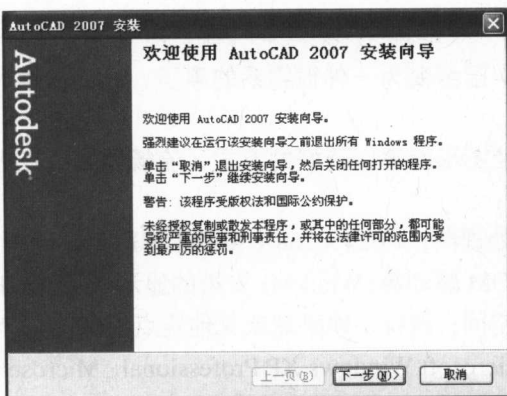

图 1-2 安装向导的“欢迎”对话框
(2) 向导安装完毕后，将显示 AutoCAD 2007 中文版安装向导的“欢迎”对话框，如图 1-2 所示，单击【下一步】按钮。